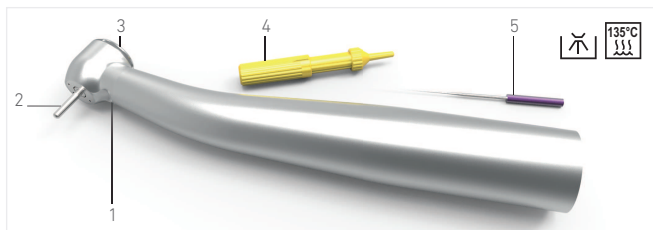

図1 (トルネード LED)
- 図1
- (1) ライト
- (2) パー (同梱されていません)
- (3) プッシュボタン
- (4) Lubrimerd グリセー
- (5) 掃除用ワイヤー針